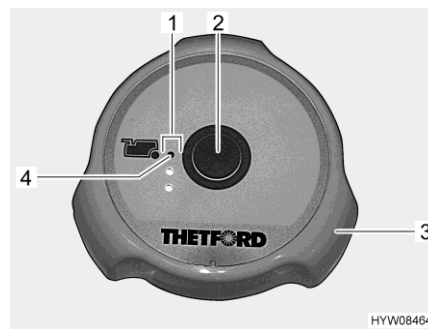

Fig. 213 Bouton pour la chasse d'eau/voyants de contrôle (toilettes Thetford)
Tirer la chasse d'eau : ■ Avant d'actionner la chasse d'eau, ouvrir le curseur des toilettes Thetford. Tourner la poignée tournante (Fig. 213,3) dans le sens inverse des aiguilles d'une montre.
■ Pour actionner la chasse d'eau, appuyer sur le bouton bleu (Fig. 213,2).
■ Après avoir actionné la chasse d'eau, fermer le curseur. Tourner la poignée tournante (Fig. 213,3) dans le sens des aiguilles d'une montre.
Les voyants de contrôle (Fig. 213,1) indiquent le niveau de remplissage du réservoir pour matières fécales. Le voyant de contrôle rouge (Fig. 213,4) s'allume lorsque le réservoir pour matières fécales doit être vidé.